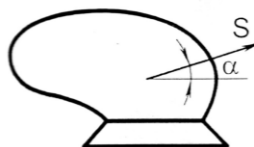

Рис. 5.17
5.24. На причіпний плуг діє сила тяги S (рис. 5.17), прикладена під кутом α до горизонту. Визначити кут α , при якому сила тяги S буде мінімальною, але достатньою для того, щоб зрушити плуг з місця, долаючи силу тертя (коефіцієнт тертя сталі по ґрунту f).